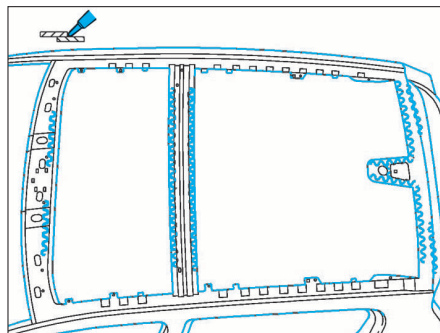

FIG. 160
- Après ajustage, déposer un cordon de colle (Fig.160 à 161).